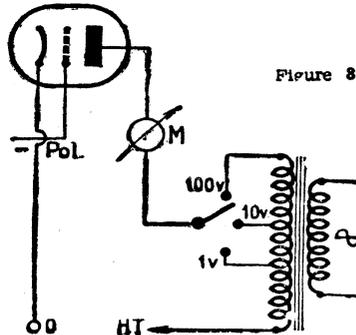

Figure 8
b) Mesure de la résistance interne ρ . — Le principe et le montage sont les mêmes que pour la mesure de la pente, mais, au lieu d'injecter une force électromotrice alternative dans la grille, on injecte une force électromotrice dans le circuit plaque (fig. 8). On peut réaliser plusieurs gammes et, si l'on veut mesurer des résistances internes de 10 k Ω à 1 M Ω avec un microampère plaque de 0,1 mA, la tension alternative de plaque devra varier de 1 volt à 100 volts.